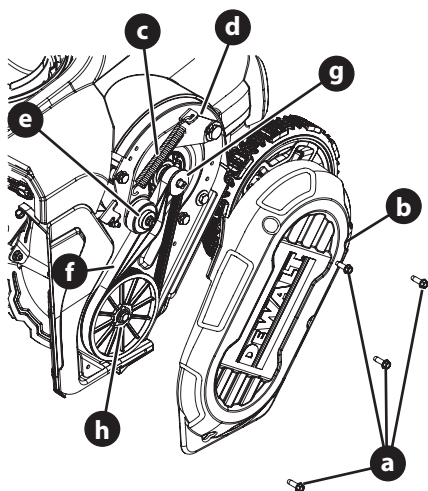

Figura 19
3. Extraiga los cuatro tornillos de la arandela hexagonal (a) que sujetan la cubierta de la correa (b) a la placa del motor (Figura 19). Extraiga la cubierta de la correa.